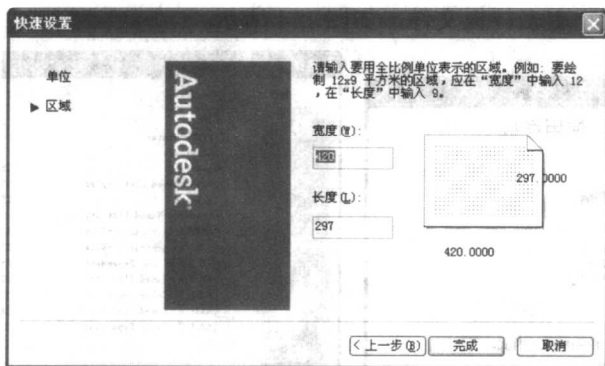

图 1-7 设置绘图区域
(2) 指定绘图区域(如图1-7所示),在编辑框“宽度”和“长度”中分别键入绘图区域的宽度和高度值。默认值分别是420和297,即工程制图国标中的A3图纸幅面。单击“完成”按钮关闭该窗口,结束绘图参数设置。